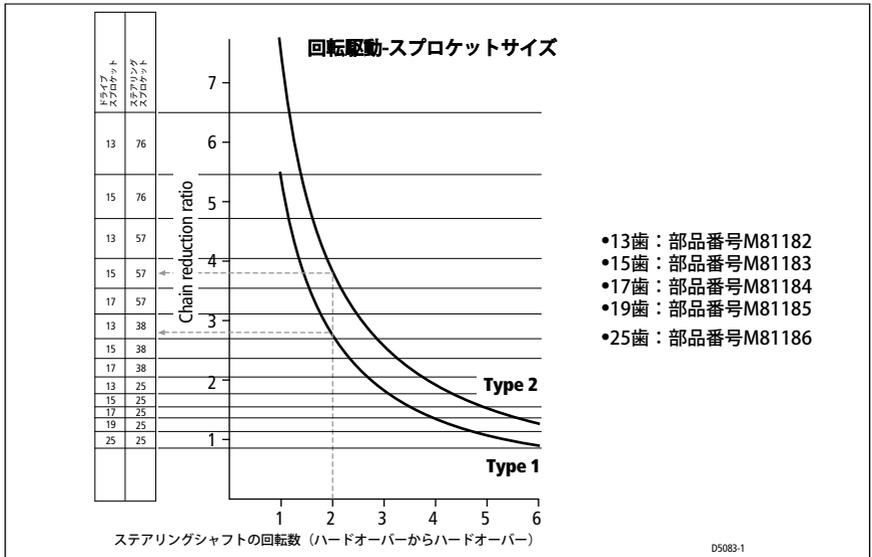

図3：ロータリッドライブsprocketのサイズ
- 図3を使用して、ステアリングギアシャフト (ステアリングスプロケット) およびロータリードライブ (ドライブスプロケット) で必要なスプロケットサイズを次のように決定します。
- たとえば、舵がハードオーバーからハードオーバーに移動するときにステアリングシャフトが2回回転する場合、必要になります (図3の点線で示すように)。
注：図3のsprocketサイズは、ほとんどのボートに良好な操縦性能を提供します。ボートに通常とは異なる操舵特性があると思われる場合は、Raymarineのテクニカルサービスコールセンターまたは認定サービス担当者にお問い合わせください。